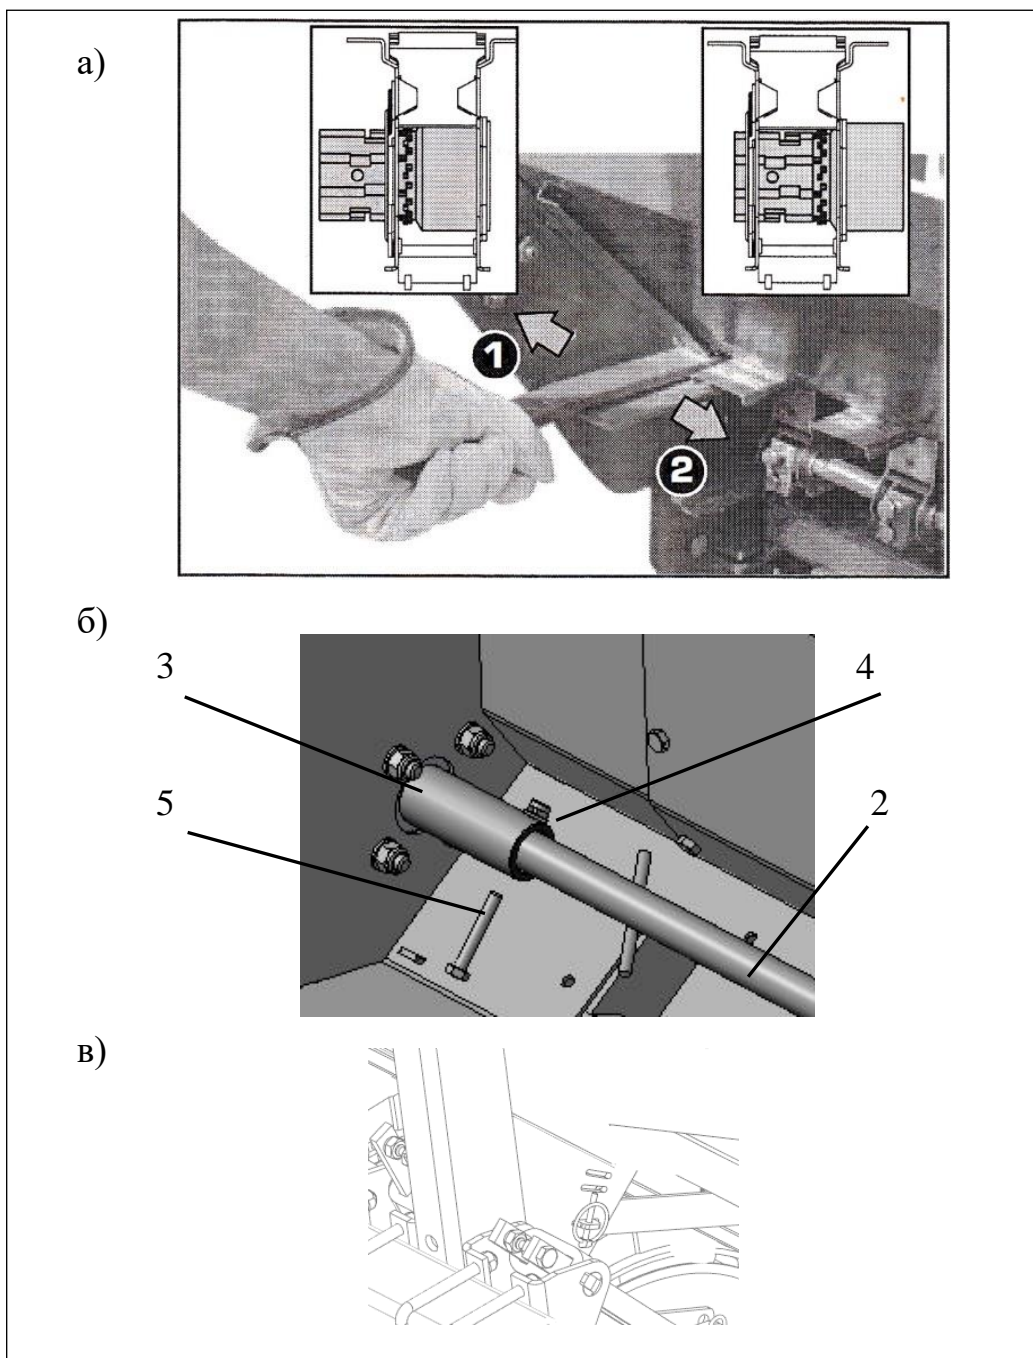

Рисунок 6.
Установите зазор "L" между заслонками и зерновыми катушками, при помощи ручки и зафиксируйте их в одном из трёх положений на секторе (рис.6 «В»).
Установите рычаг (1) (рис. 6 «а») в одно из двух положений. Для этого необходимо ослабить гайки, фиксирующие рычаг:
ВНИМАНИЕ! При посеве крупных семян (горох, соя и др.), необходимо отключить ворошитель (2) от привода (рис.6, «б»). Для этого в бункере раскрутить гайку (4) и извлечь болт (5).